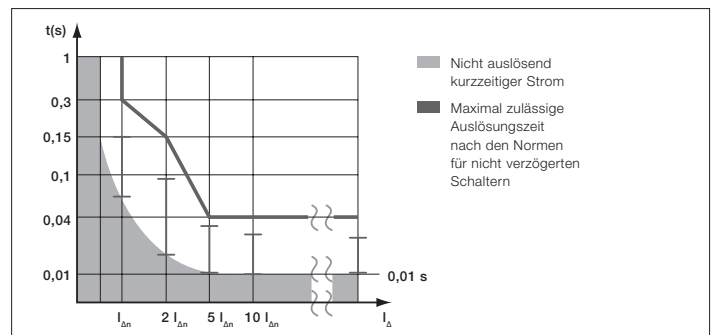

Abb. 5 Unempfindlichkeit gegen kurzzeitige Fehlerströme
□ 10 ms Impuls bis zu $10 I_{\Delta n}$ (s. Abb. 5).